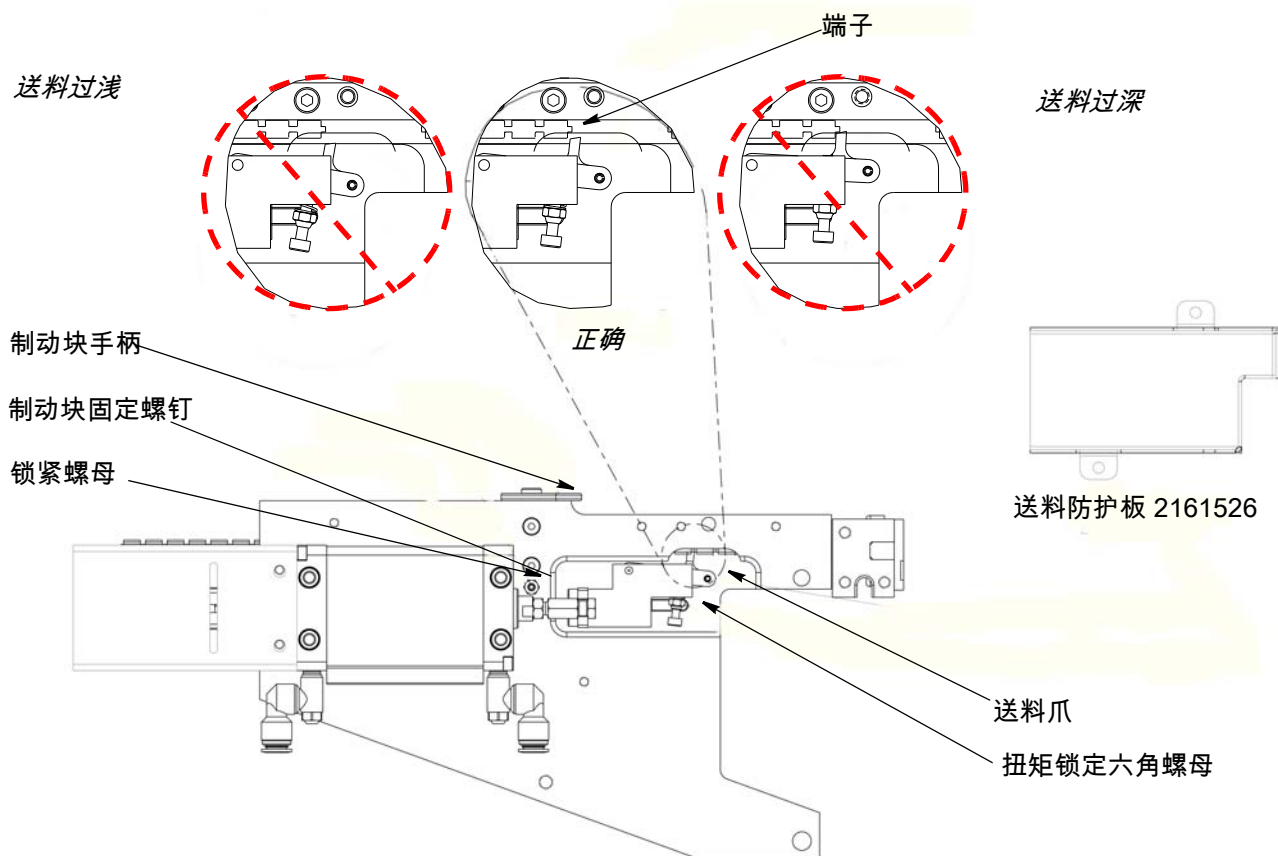

图 21
6.2. 送料调节 (图 21)
制动块必须对端子条应用足够的压力，以防止送料爪在收回拾取下一个送料点时回拉端子条。根据需要执行下列调节（参见图 21）：